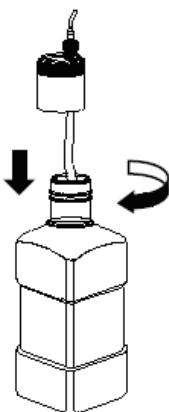

Abbildung 4-6 Einführen des Schlauchendes in den Behälter
3. Entfernen Sie die Abdeckkappe des Behälters und führen Sie das Ende des Schlauches, das kein Verbindungsstück aufweist, in den Behälter ein. Schrauben Sie die an dem Schlauch befindliche Abdeckkappe im Uhrzeigersinn auf den Behälter, bis die Kappe ordnungsgemäss befestigt ist, wie in Abbildung Abbildung 4-6 dargestellt.